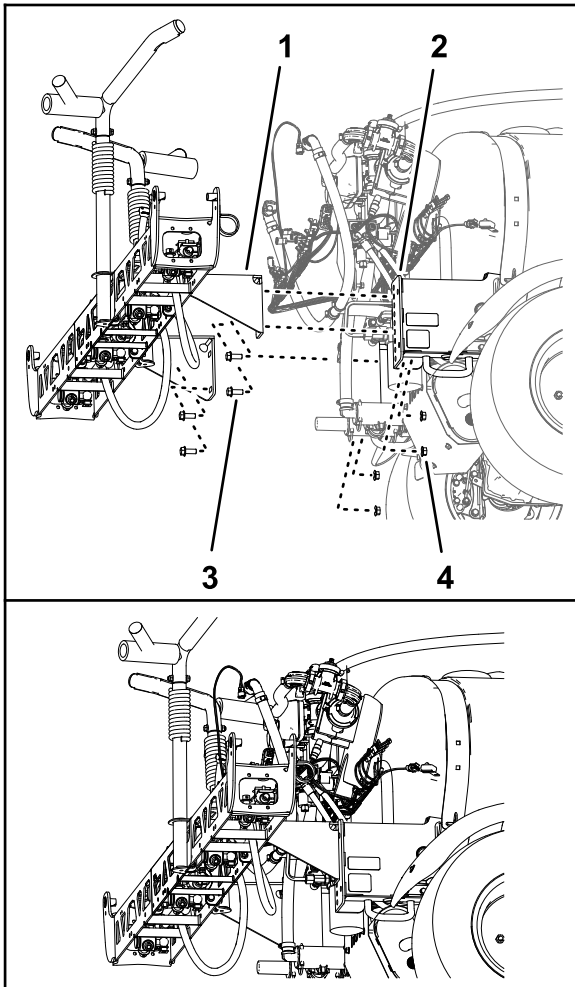

図 93
1. 所定の能力のある吊り上げ装置を使ってセンターブームを吊り上げ、サポートブラケットについているブーム用の穴 図 93 を、車両のフレームの取り付けプレートに穴ステップ3 センターブームを取り外す (ページ 22) で探しておいたものに合わせる。
2. センターブームを取り付け用チャネル部材に組み付ける 図 93 ステップ 4 センターブームを取り外す (ページ 22) で取り外したフランジヘッドボルト 1/2 x 1-1/4 インチ4本とフランジロックナット 1/2 インチ4個を使用する。